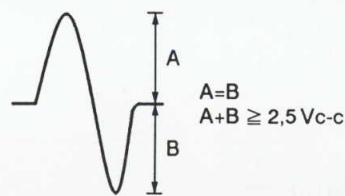

Figure 8
3. Tout en regardant l'écran de l'oscilloscope, appuyer sur la touche PROGRAM et observer la forme d'onde de la Figure 8, pendant quelques instants. Vérifier que l'amplitude atteint au moins  $2,5 V_{c-c}$  et que les amplitudes positive et négatives soient égales. Comme la forme ne sort que pour un moment, quand la touche PROGRAM est enclenchée, appuyer sur à plusieurs reprises sur cette touche, jusqu'à ce que la forme d'onde ait été vérifiée.